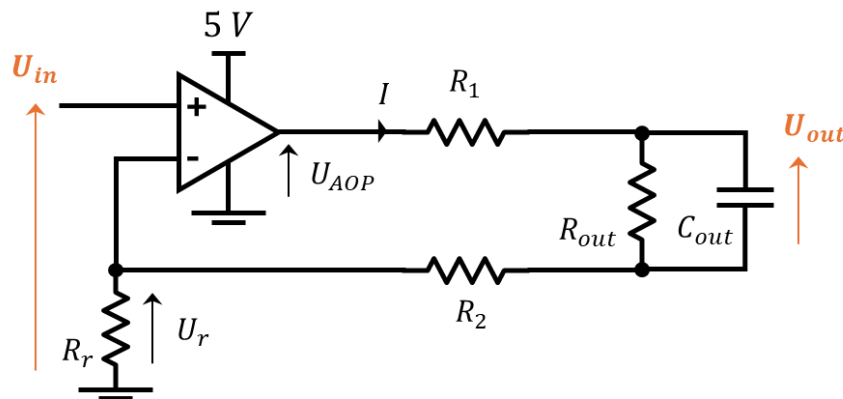

Figure 1 : Circuit de la boucle de courant.
□ Montez le circuit de la Figure 1 :